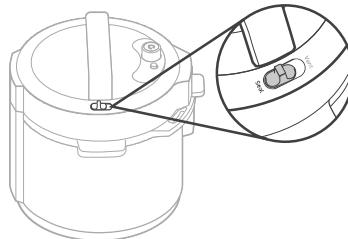

Figura 1.1
- Quando si cucina con una funzione di cottura a pressione, l'interruttore di rilascio del vapore si sposta automaticamente su "Seal" quando è chiuso. **[Figura 1.1]**